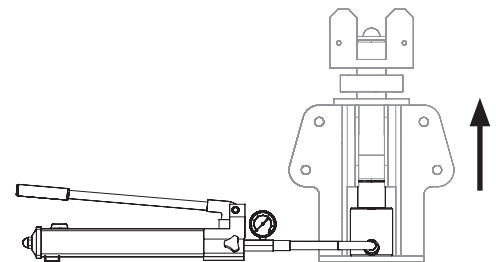

Fig. B1.08
2. Pompate il cilindro idraulico (8) all'altezza desiderata (min. 50 mm). (Fig. B1.08)